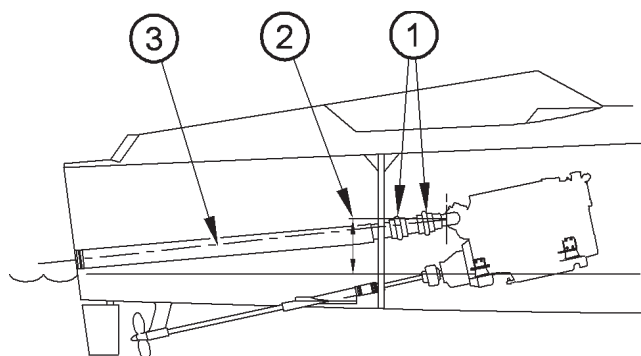

Figura 3
Hay que prestar la debida atención a la flexibilidad del tubo de escape, especialmente si el motor va montado sobre soportes flexibles. Cuando el tubo flexible de escape tenga que atravesar un mamparo situado inmediatamente detrás del motor, es preferible adoptar la disposición mostrada en la Figura 3, usando fuelles de goma (1) que ofrecen flexibilidad (1).
**Nota:** de que los fuelles no estén contraídos cuando se coloquen, se requiere una caída mínima de 5° (3) y que el punto de inyección de agua esté como mínimo 20 cm (8 pulgadas) por encima de la línea de flotación (2).